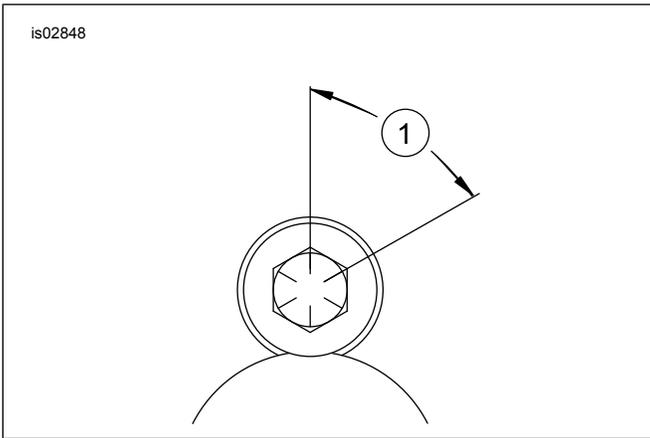

Figura 2. Sequenza di serraggio aggiuntiva
5. Vedere Figura 2. Dopo avere serrato tutte le viti ad una coppia di 31,2 N·m (23 ft-lb), tracciare una linea retta con una matita di cera sulle teste di tutte le viti della corona dentata, continuando la linea anche sopra la corona dentata.